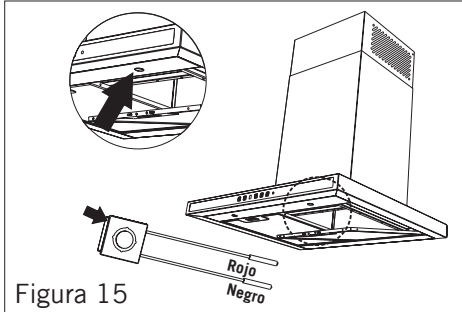

Figura 15
- La lámpara de tipo Led que no funciona se desmonte como visto en el diseño. **(Ver Figura 15)**